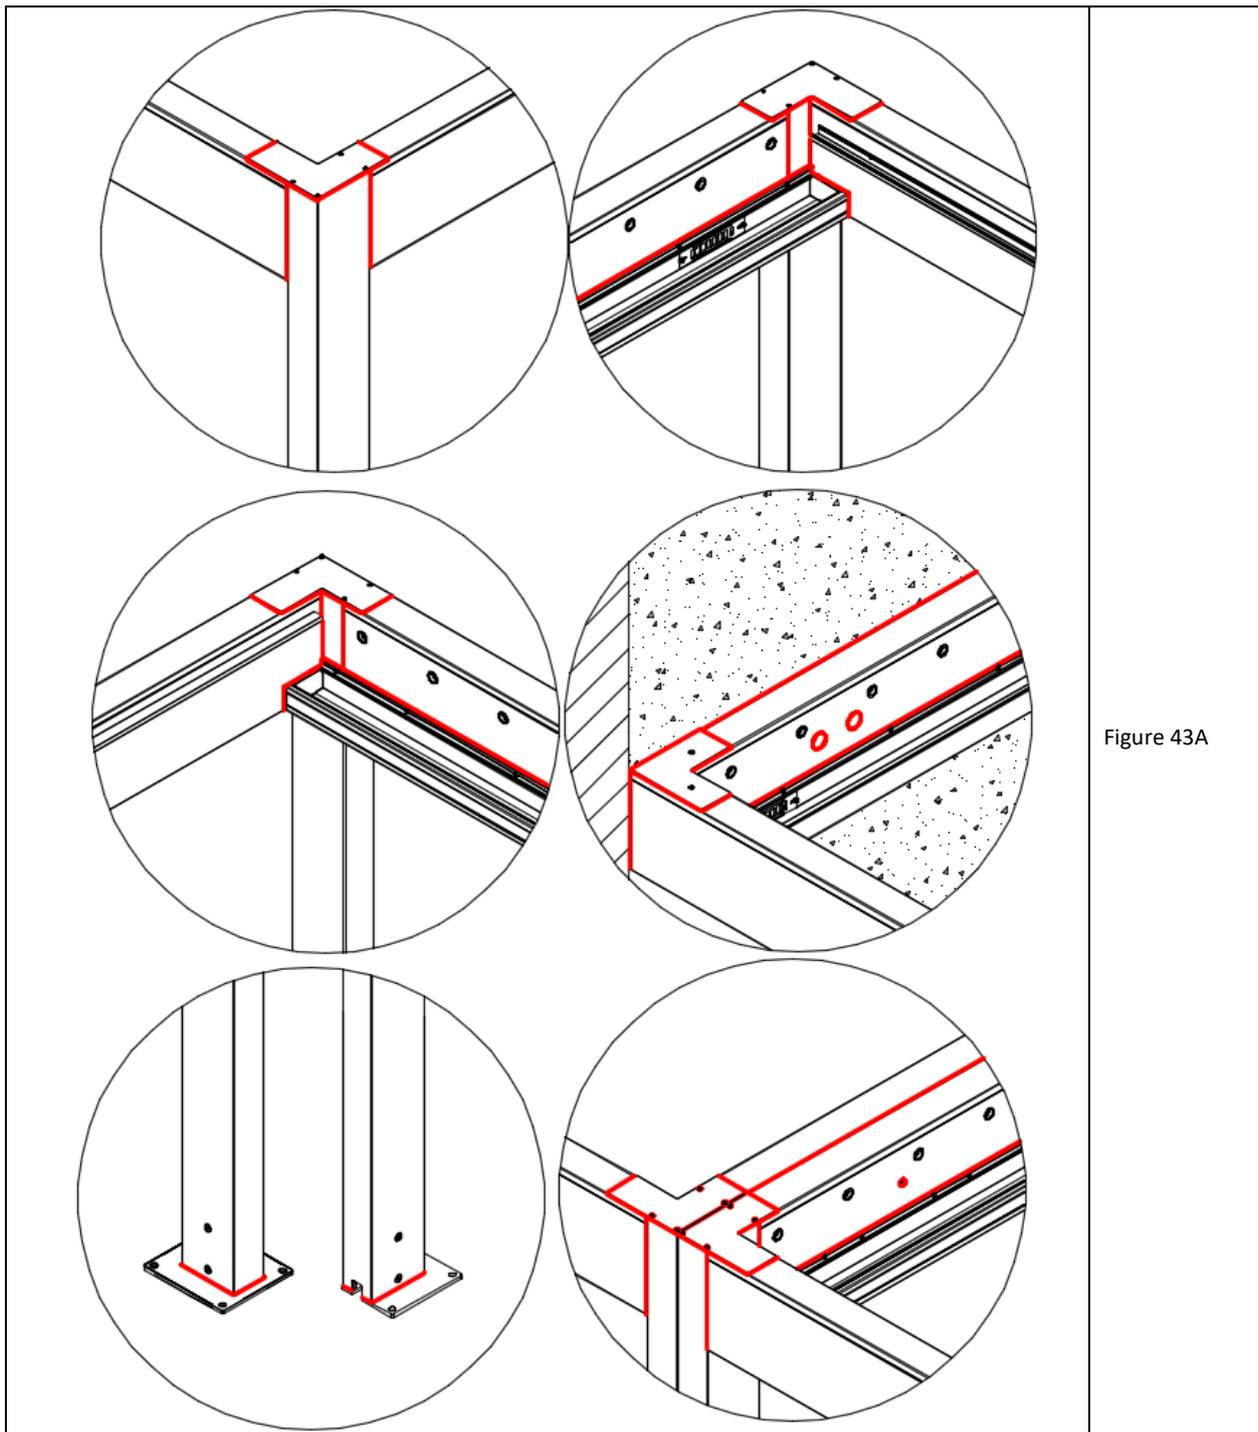

Figure 43A
3. La figure 43A montre en rouge les lignes de contact absolument nécessaires à l'étanchéité. Il s'agit notamment des jonctions poutre-colonne, du contour des capuchons d'angle des révisions, du bord supérieur de la jonction de chaque gouttière avec une poutre, du contour de la jonction du capuchon de gouttière avec les poutres ou la gouttière adjacente, du contour des capuchons d'ancrage traversant, de la jonction des révisions avec le mur du bâtiment, des jonctions supérieures des modules de la pergola, de la jonction de la colonne avec la semelle, et autres.